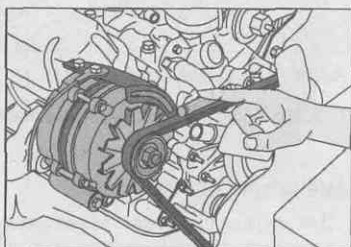

Рис. 14.16. Проверьте натяжение ремня после 15 минут работы двигателя, а затем после 100 км пробега
6. Заведите двигатель на 15 минут и погоняйте его на разных оборотах, затем выключите двигатель и проверьте натяжение ремня еще раз (рис. 14.16). Примерно после 100 км пробега проверьте натяжение ремня еще раз.